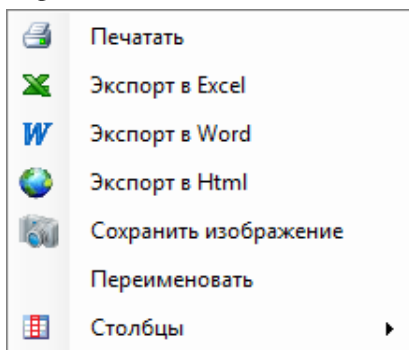

Рис. 169. Контекстное меню
- Созданную таблицу можно экспортировать в Word, Excel, HTML. Для этого вызовите раскрывающееся меню с помощью кнопки  (рис. 169).